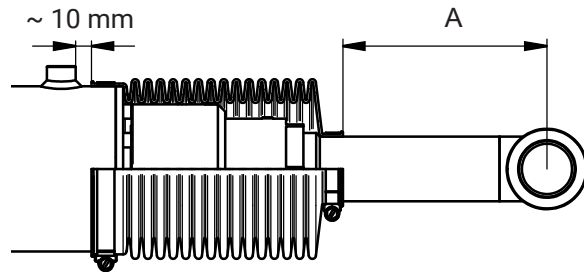

Imagen 43. Montaje de protectores
11. Montar los protectores de los cilindros. Imagen 43.